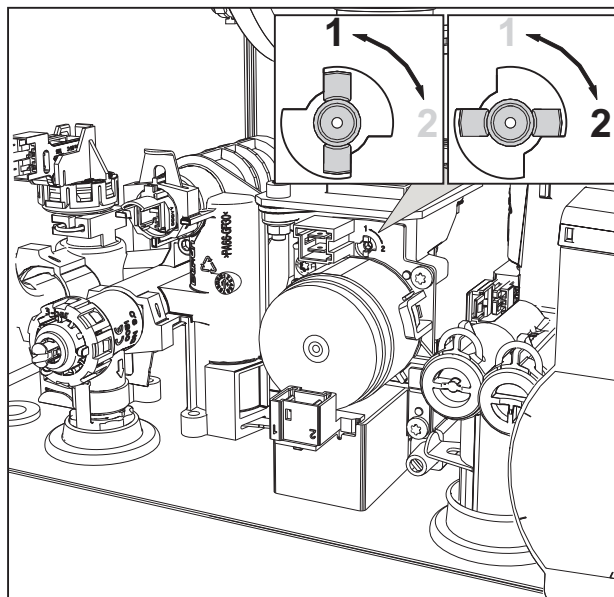

fig. 31
3. Ruotare il Throttle (fig. 31) secondo la posizione indicata nella tabella 8.